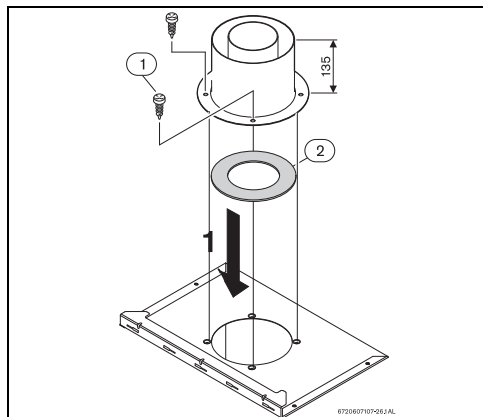

Рис. 8 Ограничительная шайба
В зависимости от конструкции дымохода и условий монтажа, может понадобиться установка ограничительной шайбы (рис. 8) под переходником (таблица 10 и 11). Чтобы обеспечить хорошую работу прибора, должны использоваться ограничительные шайбы нужной толщины.
- ▶ Отвернуть винты крепления переходника (рис. 8, поз. 1).
- ▶ Поместить ограничительную шайбу (рис. 8, поз. 2) между переходником и прибором.
- ▶ Снова закрепить переходник в приборе, используя 4 винта (рис. 8, поз. 1).